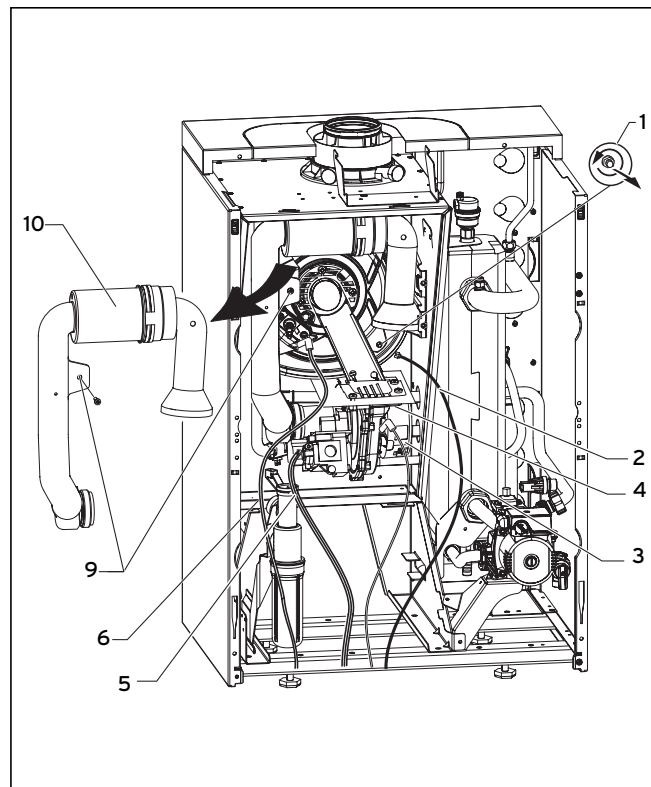

Fig. 8.4 Smontaggio del modulo del bruciatore
- Separare il tubo del gas (7).
- Rimuovere i quattro dadi, vedere fig. 8.4.